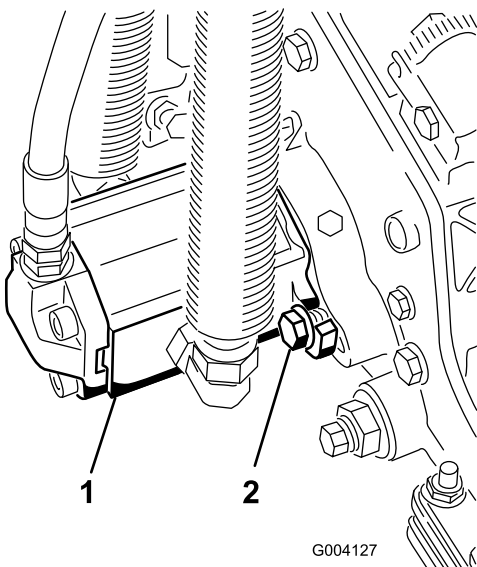

図 13
15. モータを手を持ち、右回りにひねってモータのフランジをボルトから逃がしながら、キャップスクリューにモータをセットする（図 13）。モータを左回りにひねって、ボルトにフランジをしっかりと掛け、ボルトを締めてモータを固定する。